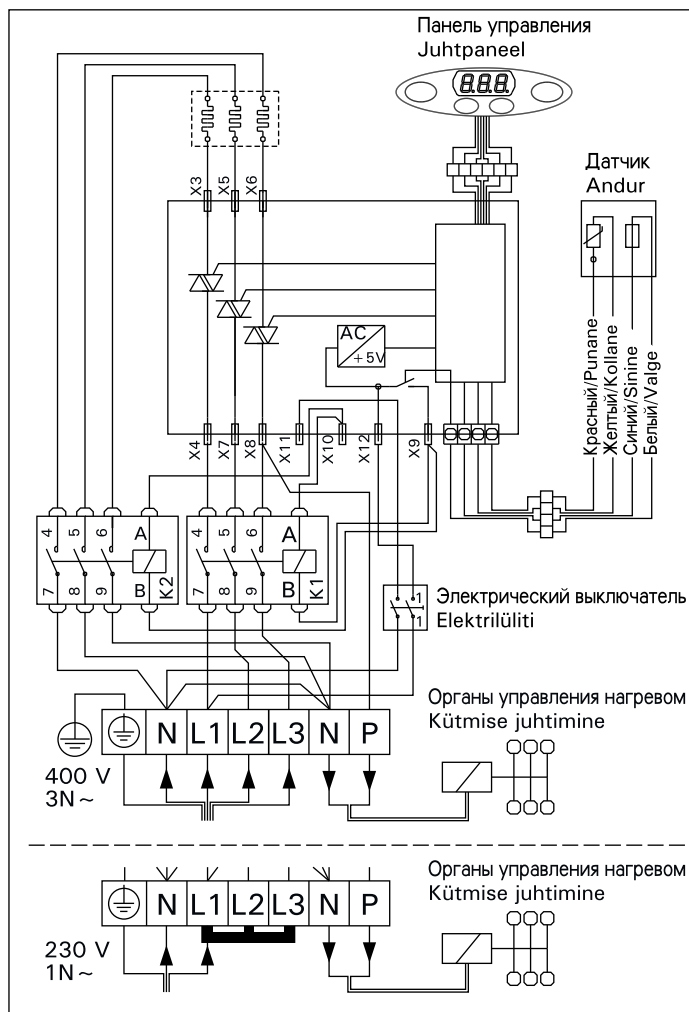

Рисунок 7. Подключение каменок PI
- Кроме разъемов питания каменки PI оснащены также разъемом (P), который делает возможным управление электрическим нагревом. (см. рис. 7). Кабель управления электро-отоплением подводят прямо к розетке каменки и дальше с помощью резинового кабеля, равного по толщине кабелю подключения, к клеммнику.